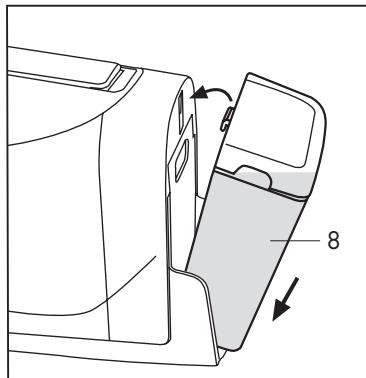

Fig. 3
- Chiudere il coperchio ed inserire il serbatoio (8) contro il corpo macchina in modo che la linguetta si incastri e la base del serbatoio appoggi correttamente sulla valvola dell'acqua. (**Fig.3**)